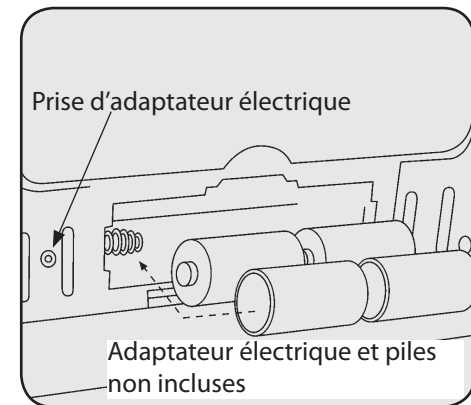

Figure 6
12. 4 batteries D-cell sont nécessaires au fonctionnement du ventilateur. L'emplacement des batteries est situé sur le panneau arrière inférieur de l'appareil de chauffage. Suivez les instructions sur le couvercle à batteries pour savoir comment installer correctement ces dernières. Voir Figure 6.
13. Ventilateur de chauffage peut également être alimenté par adaptateur électrique F276127. Adaptateur requis : 6 volts en CC, jusqu'à 800 mA avec polarité positive. Voir Figure 6.
13. 4 batteries D-cell sont nécessaires au fonctionnement du ventilateur. L'emplacement des batteries est situé sur le panneau arrière inférieur de l'appareil de chauffage. Suivez les instructions sur le couvercle à batteries pour savoir comment installer correctement ces dernières. Voir Figure 6.
14. L'appareil de chauffage peut également être alimenté au moyen d'un adaptateur électrique **F276127**. Adaptateur requis : 6 volts en CC, jusqu'à 800 mA avec polarité positive. Voir Figure 6.